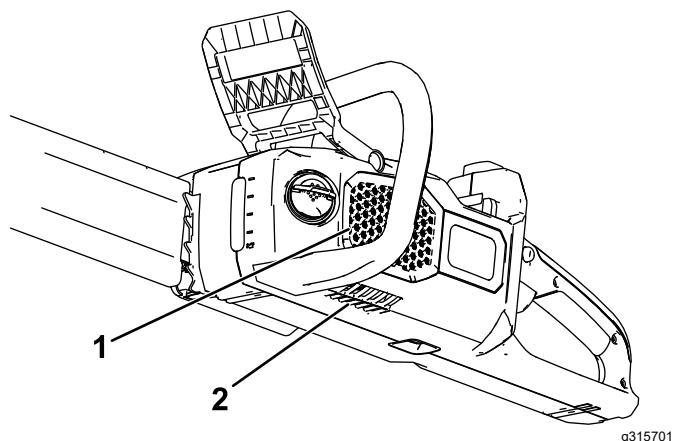

Figure 6
1. Assurez-vous que les événements sur la tronçonneuse sont exempts de poussière et de débris (Figure 6).